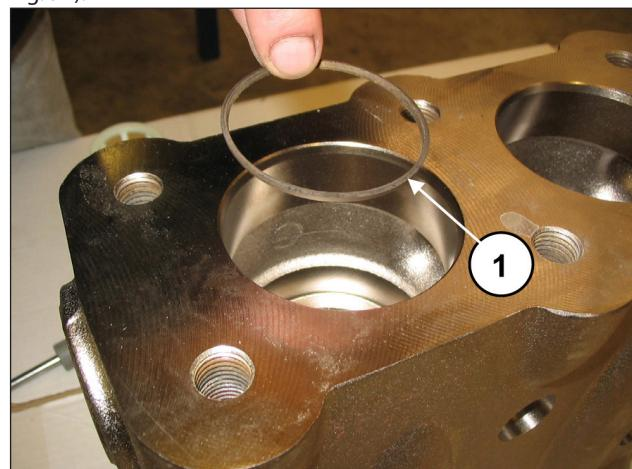

Fig. 92
Inserire l'anello antiestrusione, pos. esploso n. 4 (pos. ①, Fig. 92).